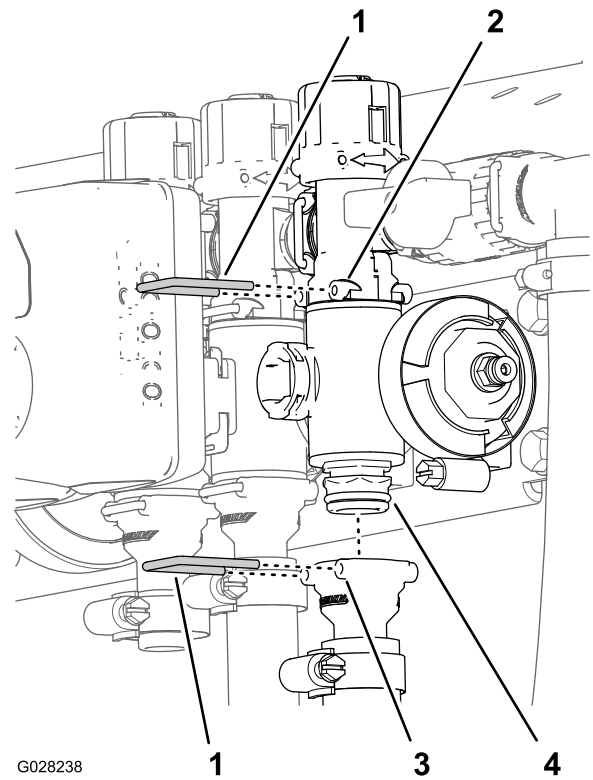

Figure 137
2. Déposez le dispositif de fixation qui maintient le collecteur de vanne de section sur le raccord de dérivation (Figure 137).